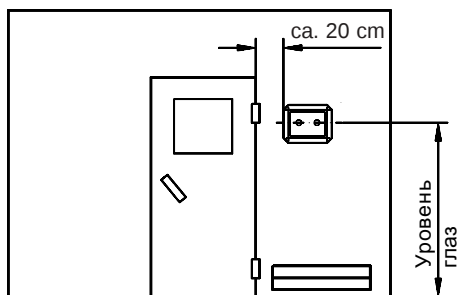

Рис. 3
1. Снимите крышку контроллера. Для этого ослабьте соединительные винты под шкалой управления. С помощью подходящего острого ножа расширьте отверстия для прокладки кабелей (Рис. 4). Отверстия $\varnothing$ 3 мм для шурупов, входящих в комплект поставки, 4 x 20 мм, наносятся в соответствии с размерами, указанными на рис. 3 + 3.1.